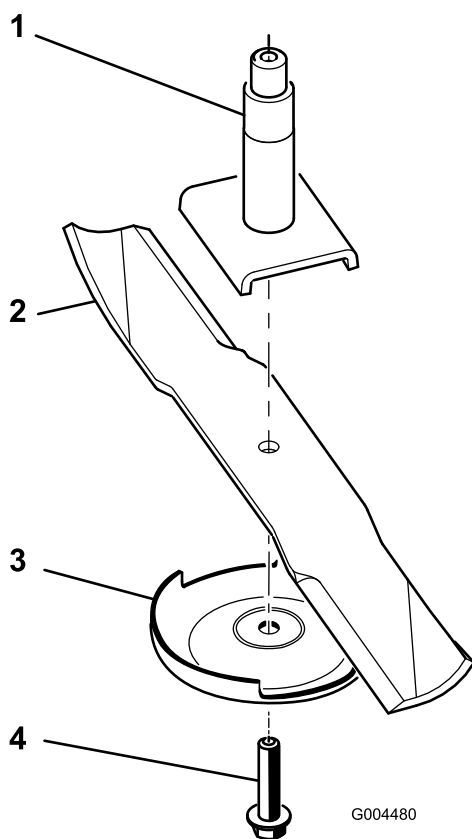

図 73
2. スピンドルのシャフトからブレードボルト、芝刈り防止プレート、ブレードを取り外す (図 73)。
注 ブレードが水平に停止すればバランスがとれているからそのまま使用してよい。もし傾くようなら、重い方の裏面を少し削って調整する (図 73)。バランスがとれるまで調整する。
1. スピンドルシャフトにブレードを取り付ける (図 73)。
2. 芝刈り防止プレートとブレードボルトを取り付ける (図 73)。